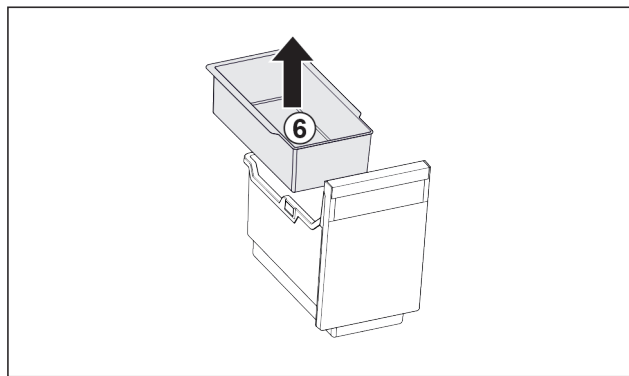

Fig. 140
- Vzemite ven Fig. 140 (6) obešalno skodelico.